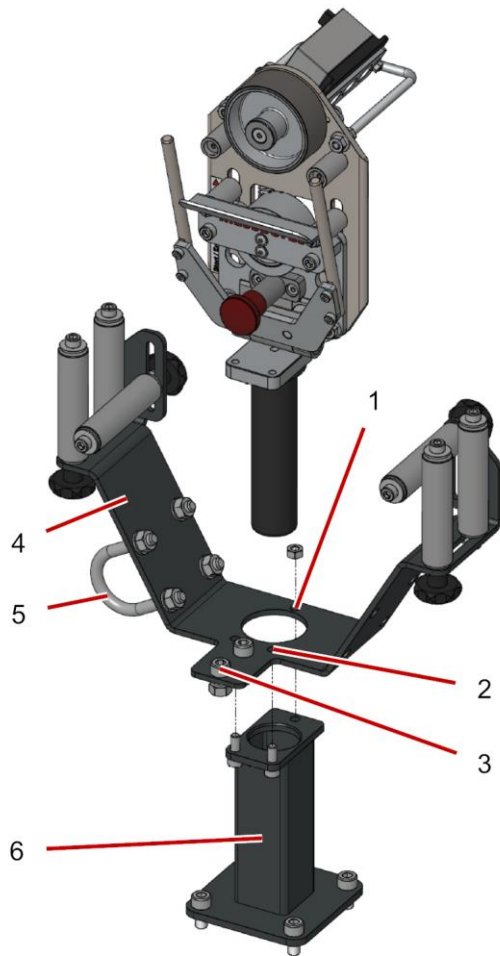

Fig. 6 Cages de roue MESSBOI 25
- ▶ Par les deux trous de fixation avant Fig. 6, 2 visser les vis à six pans creux dans les trous filetés de l'appareil de mesure de la longueur.
- ▶ Par le trou de fixation arrière Fig. 6, 1 enfoncer une vis à six pans creux et bloquer avec un écrou.
- ▶ Par les trous de fixation Fig. 6, 3 pousser les vis à six pans creux et fixer avec des écrous sur le support pour appareil de mesure de la longueur de l'enrouleur.
- ▶ Desserrer la fixation Fig. 6, 5 sur les écrous.